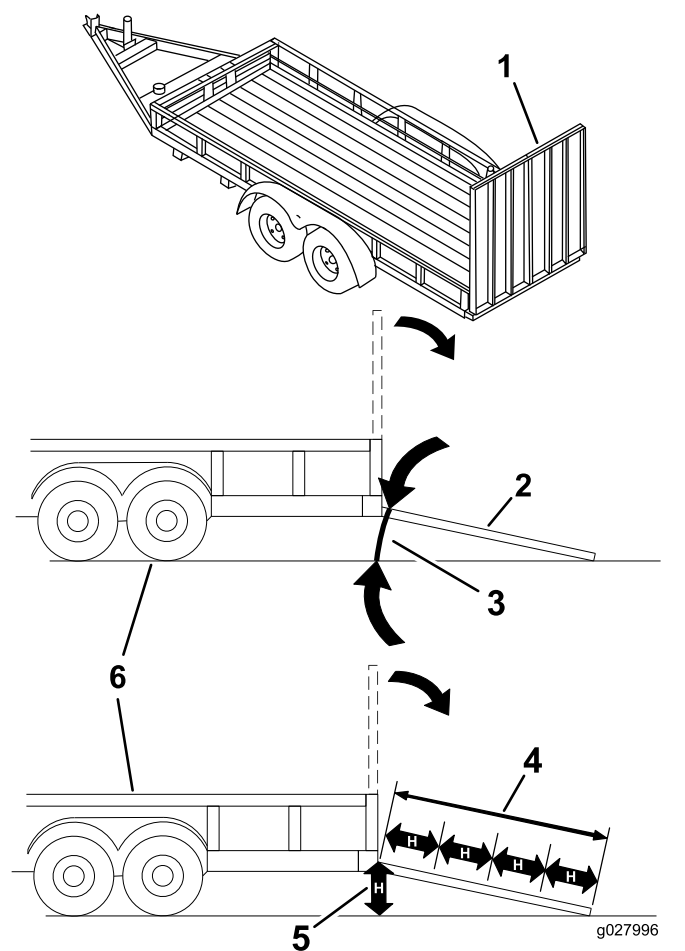

Figure 33
Le chargement de la machine sur une remorque ou un camion augmente le risque de basculement, et donc de blessures graves ou mortelles (**Figure 33**).
3. Abaissez la rampe pour que l'angle avec le sol ne dépasse pas 15 degrés (Figure 33).
1. Abaissez la rampe pour que l'angle avec le sol ne dépasse pas 15 degrés (Figure 33).